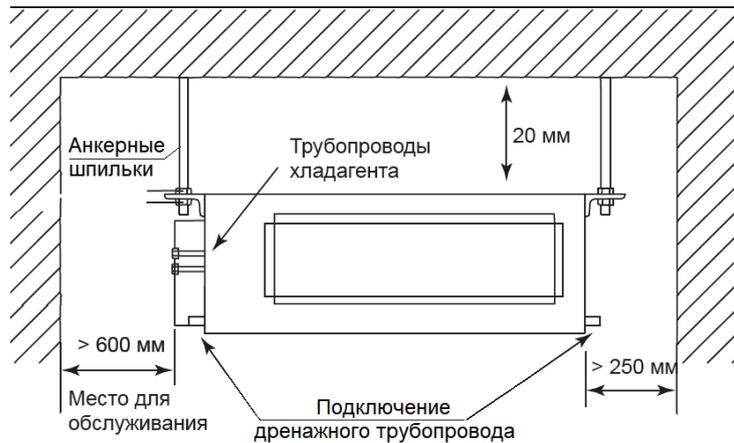

Рис.2.16
- При размещении внутреннего блока следует соблюдать расстояния до ближайших заграждений (см. рис.2.16)